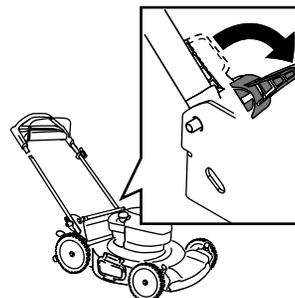

Figura 21
3. Disinnestate i fermi delle stegole (Figura 21).